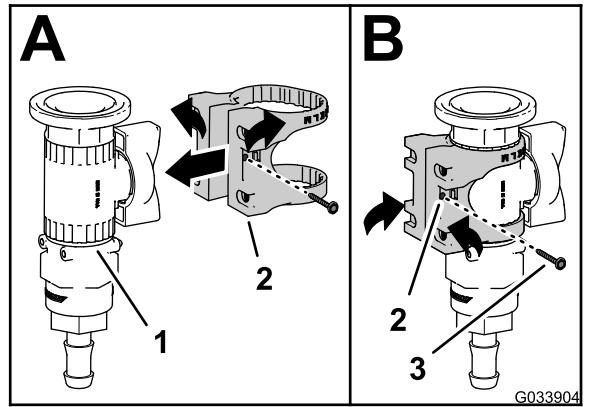

図 11
1. 図 11のAに示すように、制御バルブにバルブマウントを組み付ける。
2. フランジヘッドねじ#6を使って、バルブマウントを制御バルブに固定し、ねじを手締めする図 11のB。